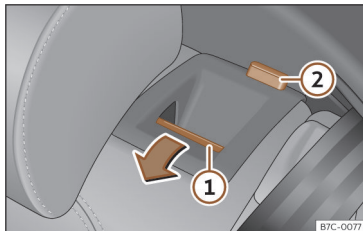

Abb. 75 Rücksitz: Rückenlehne vorklappen.
- Entriegelungstaste »» Abb. 75 ① nach vorn ziehen und gleichzeitig die Rückenlehne umklappen. Die Rücksitzlehne ist entriegelt, wenn die rote Markierung des Tasters ② sichtbar ist.